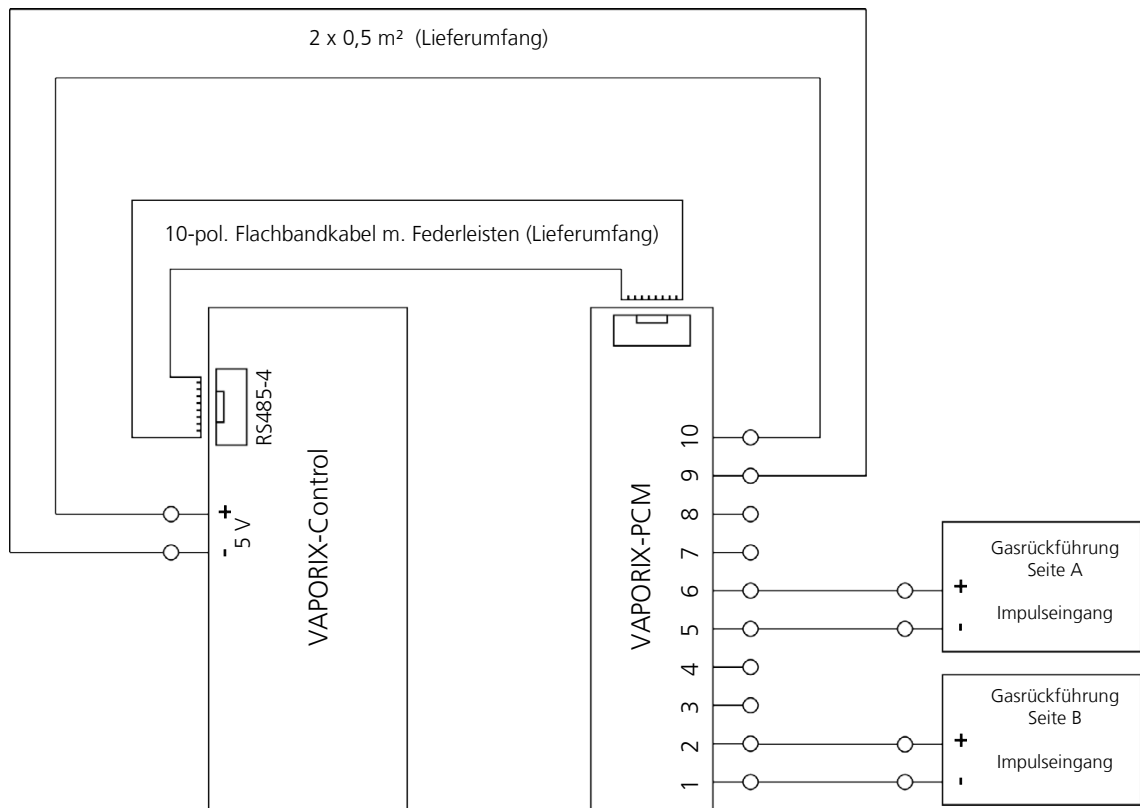

Abbildung 3: Verdrahtung
- Die Verdrahtung des VAPORIX-PCM mit dem VAPORIX-Control und dem Gasrückführungssystem ist gemäß Abbildung 3 durchzuführen. Die Schrauben der Anschlussklemmen des VAPORIX-PCM sind gegen Herausfallen gesichert. Verwenden sie zum Anschluss einen Schraubendreher mit passender Klingenbreite von maximal 2,3 mm, da diese mechanischen Sicherungen durch einen zu großen Schraubendreher beschädigt oder zerstört werden können.
- Alternativ zu den in Abbildung 3 verwendeten TTL-Ausgängen können über die Optokoppler-Ausgänge auch galvanisch getrennte Impulse höherer Spannung erzeugt werden (externer Widerstand und Spannungsquelle erforderlich). Um Beschädigungen des VAPORIX-PCM zu vermeiden, darf dabei die maximale Schaltspannung von 28 V und der maximale Schaltstrom von 10 mA nicht überschritten werden. Für diese Option ist vorher mit dem Hersteller des Gasrückführungssystems bzw. der Zapfsäule Rücksprache zu halten.